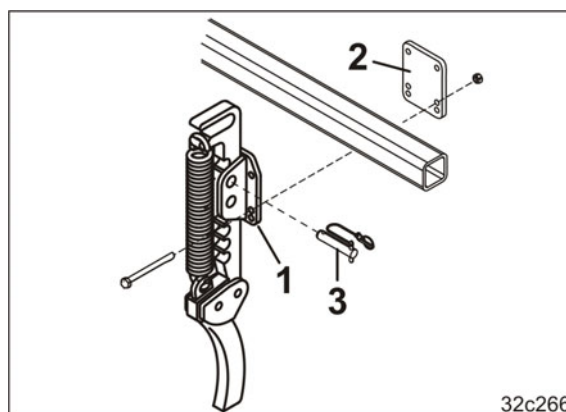

Fig. 59
- 1.1 Den Spurlockerer (Fig. 59/1) mit der Klemmplatte (Fig. 59/2) am Dreipunkt-Verlängerungsrahmen anschrauben.
- 1.2 Den Spurlockerer mit dem Absteckbolzen (Fig. 59/3) ganz oben abstecken. Die Einstellung der Arbeitstiefe erfolgt auf dem Feld.